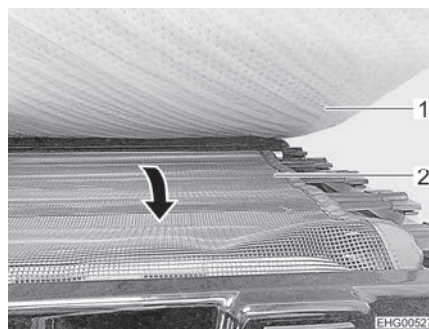

Bild 92 Sicherungsnetz
- Sicherungsnetz (Bild 92,2) unter der Matratze (Bild 92,1) herausziehen und über die Einstiegsöffnung spannen.